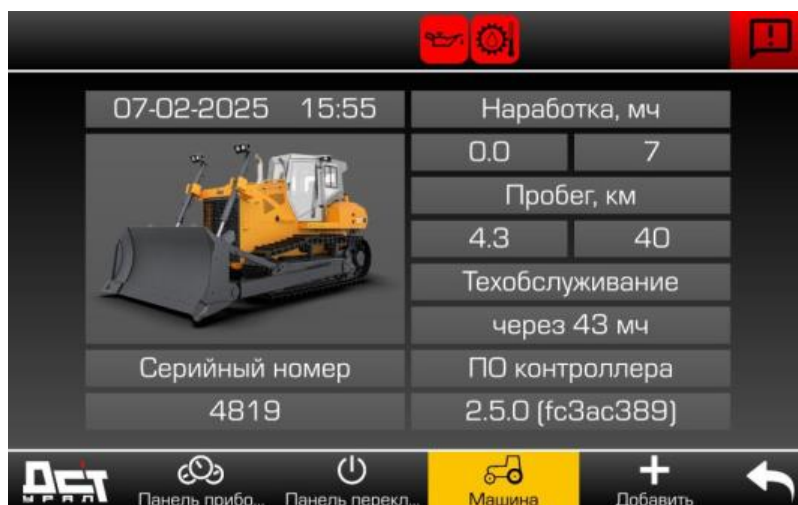

Рисунок 5.120. Вкладка «Машина»
- ▶ Открыть на дисплее вкладку «Машина» (рис. 5.120).